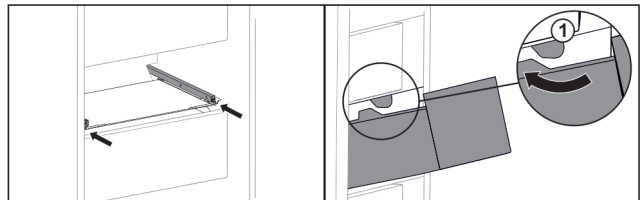

Fig. 31
- ▶ Schuiflade rond de stoppers Fig. 31 (1) leiden.*